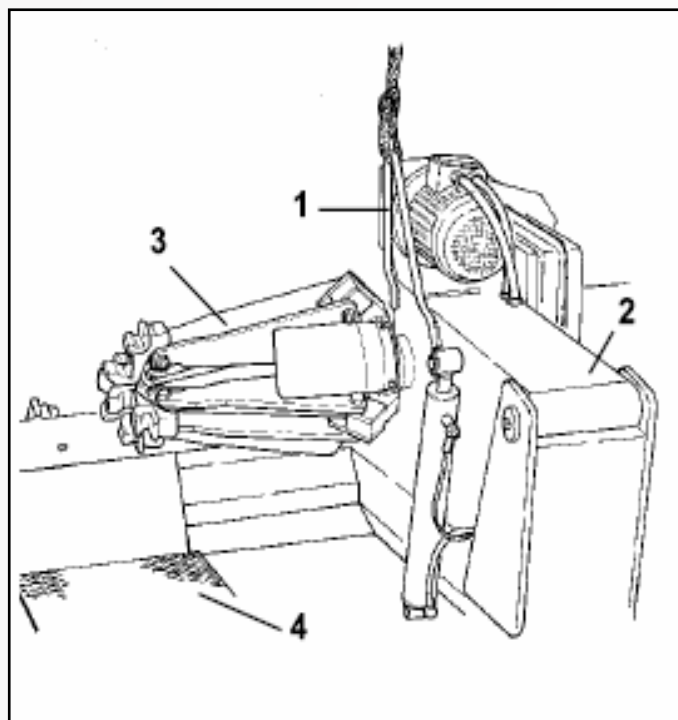

Рисунок 33
(на станде для транспортировки установлена вилка 1 (рис. 33).
1) Опустите вниз до конца кронштейн самоцентрирующейся цанги 2 (рис. 33).
2) Полностью сложите кронштейны цанги 3 (рис. 33).
3) Каретку 4 (рис. 33) до упора подведите к кронштейну.